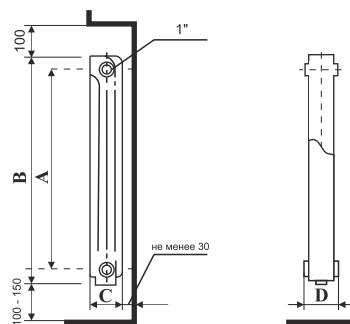

Рисунок 1. Монтажные размеры
| Межосевое расстояние - размер А на рис. 1, мм | 500 |
| Высота - размер В на рис. 1, мм | 569 |
| Ширина - размер D на рис. 1, мм | 80 |
| Глубина - размер С на рис. 1, мм | 80 |
5.5. Для оптимальной теплоотдачи и обеспечения сервисного обслуживания радиатор следует устанавливать на следующем минимальном расстоянии (рис. 1):